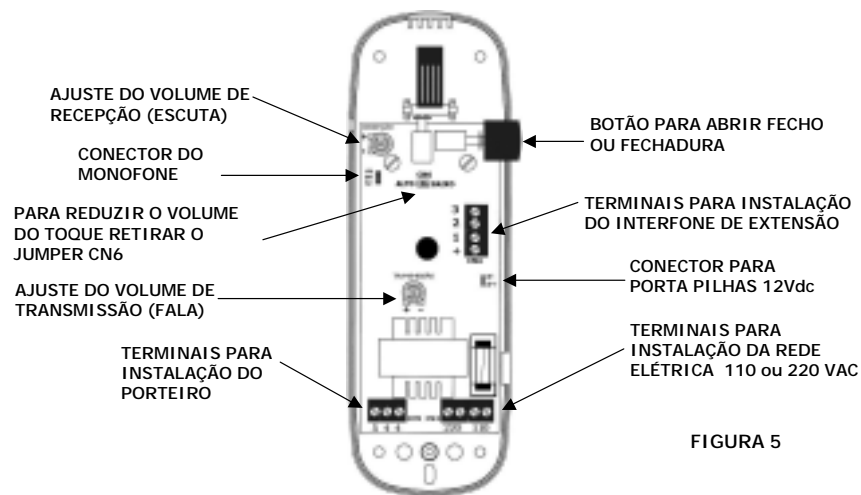

FIGURA 5
Caso a comunicação necessite de ajuste da transmissão (fala) e da recepção (escuta), isso poderá ser feito através dos ajustes de volume, trimpot TX (transmissão – fala) e trimpot RX (recepção – escuta), vide figura 5.
correspondente, vide figura 5
Este produto não tem chave seletora de tensão, para liga-lo, ligue os terminais identificados como 110V na rede elétrica 110V ou ligue os terminais identificados como 220V na rede elétrica 220V, vide figura 5.
3) Para manter o sistema funcionando a comunicação na falta de energia elétrica, instale o porta pilhas opcional, vide figura 5.
4) Para acionamento do fecho ou fechadura eletromagnética de qualquer outro local da residência colocar um botão adicional (Botoeira NA Amelco) entre os **TERMINAIS (4)** e **(1)**, vide tabela de especificações dos fios.
Quando a campainha for pressionada no porteiro da rua, o sistema emitirá um toque no interfone. Ao ouvir o toque, você atende o interfone, estabelecendo a comunicação e reconhecendo o visitante, fazendo com que você não se exponha indo até o portão (**SEGURANÇA** e **CONFORTO**). Para acionar a abertura do portão (se tiver fecho ou fechadura instalada), basta apertar o botão lateral do interfone, vide figura 5.